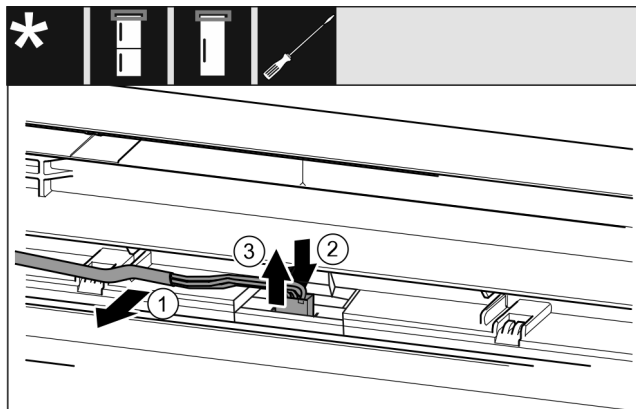

Fig. 10
- ▶ Vabastage hall kaabel ettevaatlikult ukse juhikust. Fig. 10 (1)
- ▶ Suruge aasa pistiku taga tahapoole. Fig. 10 (2)
- ▶ Tõmmake pistik ettevaatlikult ülespoole välja. Fig. 10 (3)